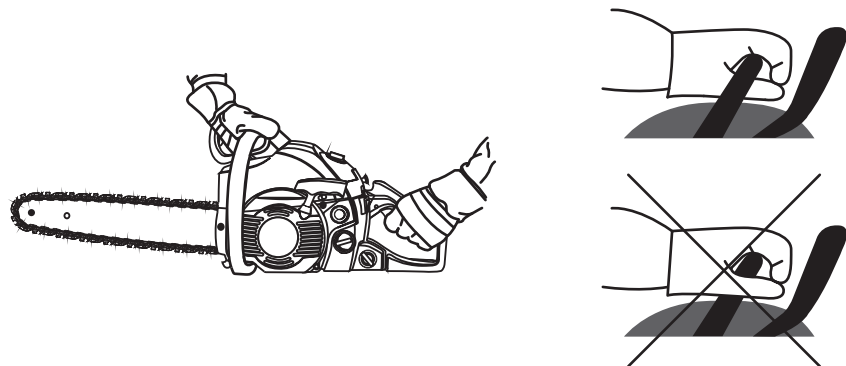

Рис. 5
- крепко удерживайте изделие двумя руками, как показано на рис. 5. Боковую рукоятку 4 удерживайте, плотно обхватив пальцами.